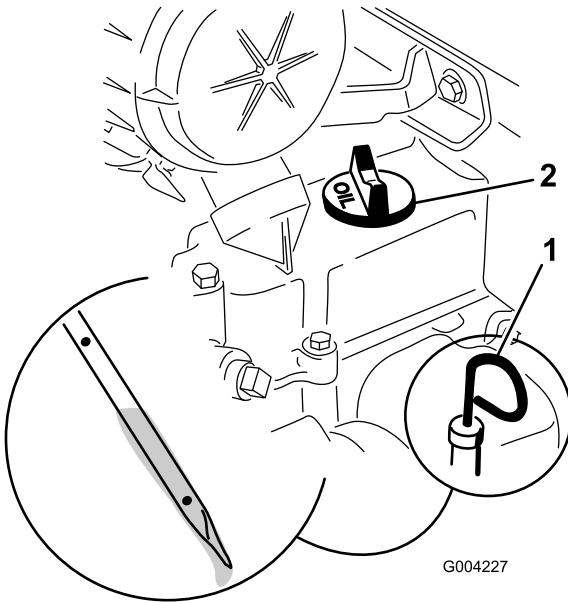

Figure 16
4. Nettoyez la surface autour de la jauge d'huile (Figure 16).
5. Sortez la jauge d'huile et essuyez soigneusement l'extrémité métallique (Figure 16).
6. Enfoncez la jauge complètement dans le tube (Figure 16).
8. Si le niveau est bas (sous le trou inférieur), nettoyez la surface autour du bouchon de remplissage et enlevez le bouchon (Figure 16).